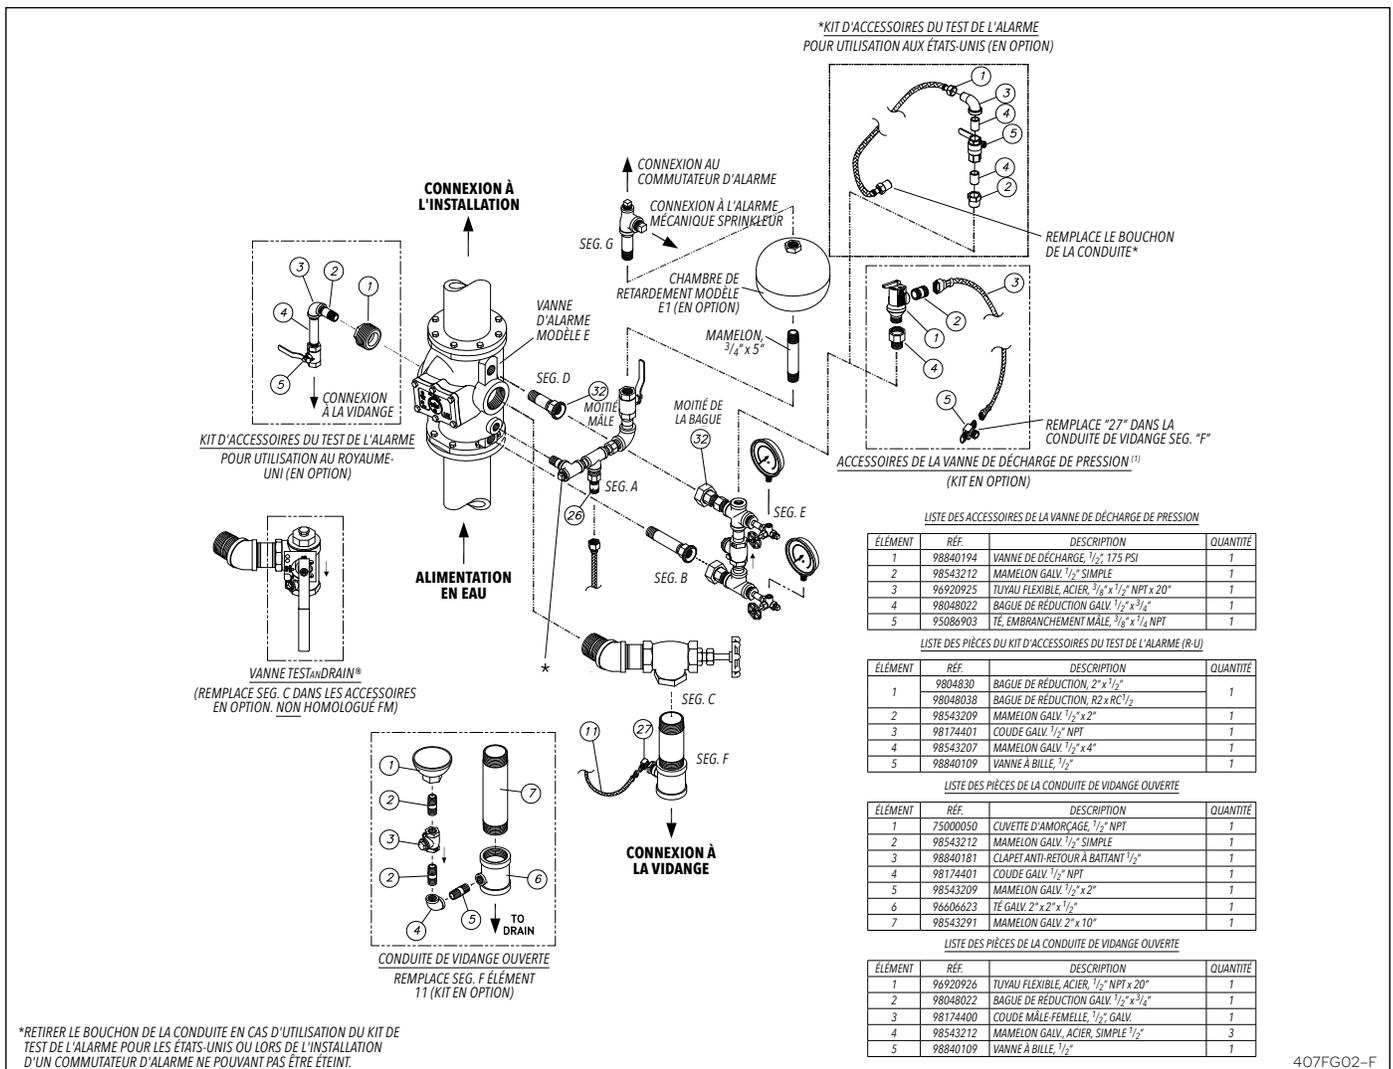

Fig. 2 – Vanne d'alarme avec entrée et sortie à brides de modèle E de 8" – Accessoires de robinet de vidange ouvert avec pression variable
Les jeux d'accessoires E3 pour la vanne d'alarme de modèle E de Reliable (Figure 2) sont prévus pour une installation rapide, facile et compacte et servent comme points de connexion pour l'alarme et pour d'autres dispositifs de Reliable. Les accessoires peuvent également être utilisés pour tester le fonctionnement des dispositifs d'alarme sans actionner le système.
La chambre de retardement du modèle E1 est nécessaire. Le kit de conduite de vidange en option est nécessaire (Figures 2, 3 et 5)
Un kit d'accessoires de décharge de pression est nécessaire avec les systèmes de canalisations sous eau maillées. Un kit d'accessoires de décharge de pression est disponible en option dans les jeux d'accessoires de modèle E-3 pour pression variable, comme illustré dans la figure 2.
• Installation verticale à pression variable (Figure 2)
• **Installation verticale avec pression constante (Figures 2, 3 et 7)**
| 27 | 92056703 | | Coude mâle, canalisation 3/8" x 1/4" NPT | Voir Fig. 2 | 1 |
| | 6502141420 | | Robinet de vidange ouvert en option / Kit | Voir Fig. 2 | 1 |